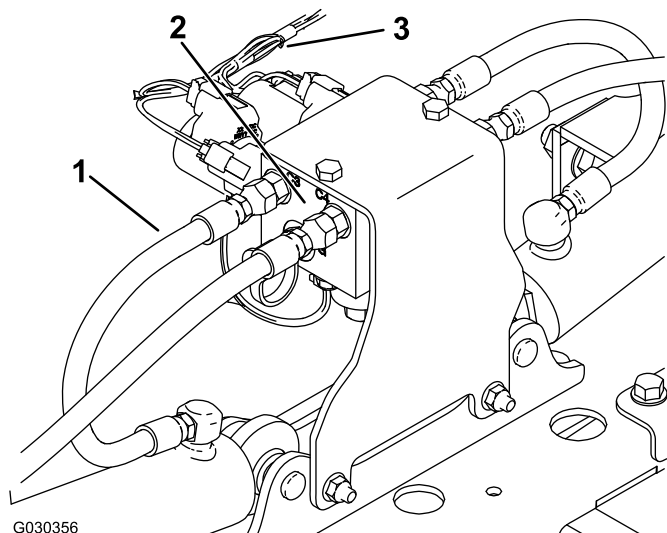

Figura 1
1. Desligue a cablagem do bloco do coletor hidráulico (Figura 1).
2. Rotule todos os tubos ligados ao bloco do coletor hidráulico e desligue-os do bloco (Figura 1).